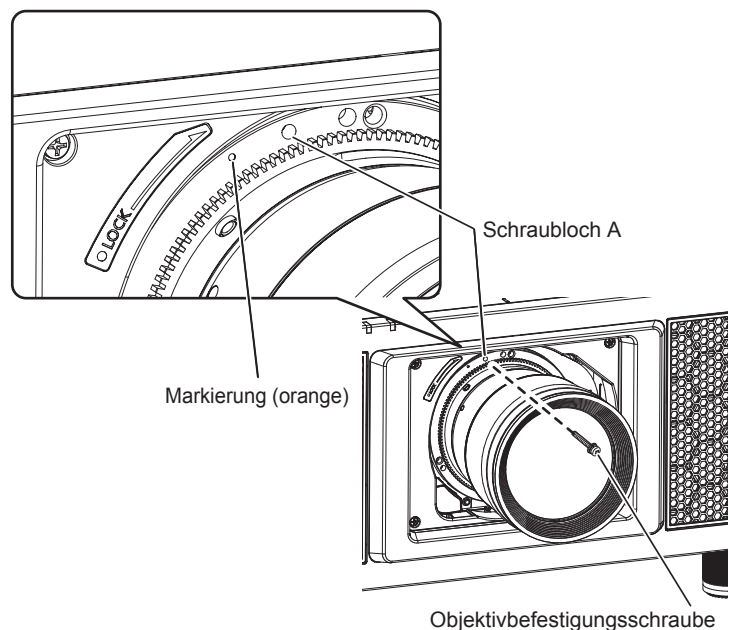

Abb. 2
- 2) **Sichern Sie das Projektionsobjektiv mit der beiliegenden Objektivbefestigungsschraube. (Abb. 2)**